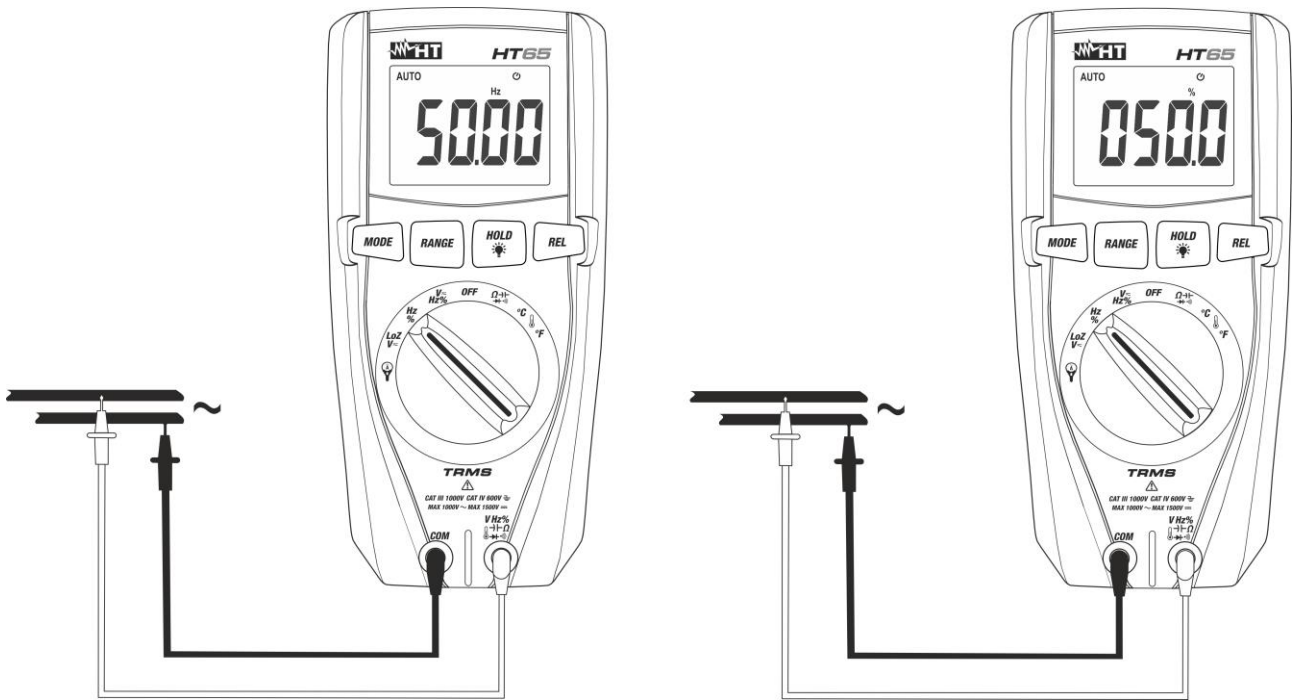

Fig. 5: Uso del instrumento para medida de Frecuencia y Duty Cycle
4. Posicione la punta roja y la punta negra respectivamente en los puntos del circuito en examen (vea Fig. 5). Los valores de frecuencia (Hz) o duty cycle (%) se muestran en pantalla